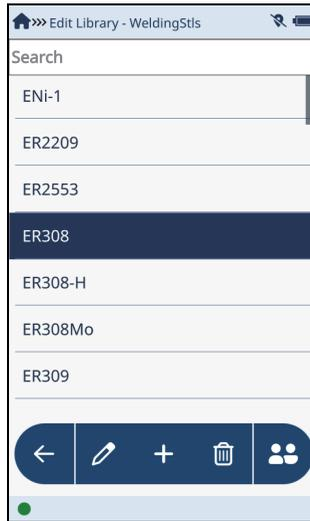

图 2-73 编辑库屏幕
1. 在**Grade Libraries**（牌号库）屏幕中，点击**Edit**（编辑）按钮（），打开**Edit Library**（编辑库）屏幕（参见第85页的图 2-73）。